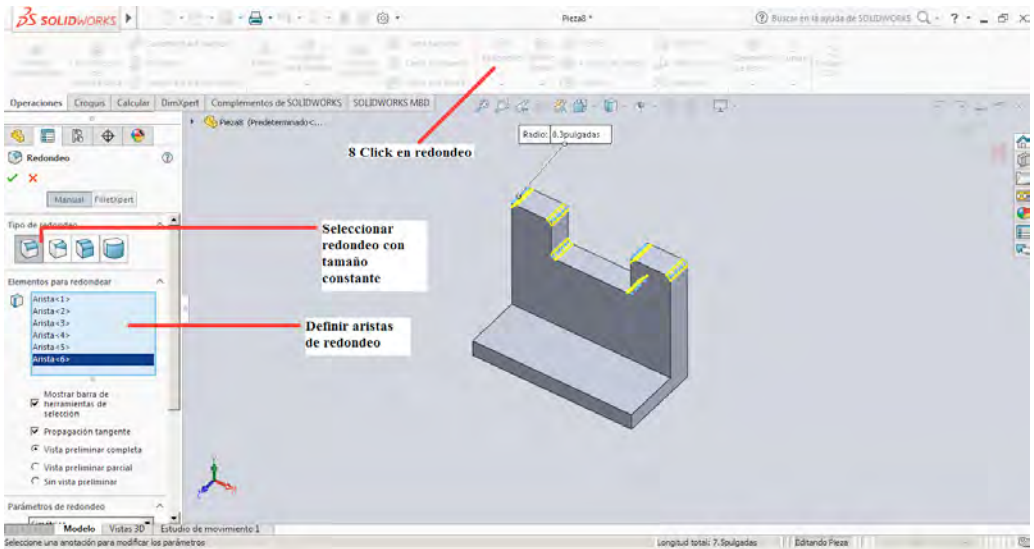

Figura 3-32
8. Continuando con el procedimiento se realiza click sobre la herramienta redondeo y seleccionamos las esquinas superiores para aplicar el procedimiento definiendo los diámetros de redondeo con un valor de 0,3 Pulgadas para cada uno de los casos, en la figura 3-32 se muestran los resultados obtenidos.